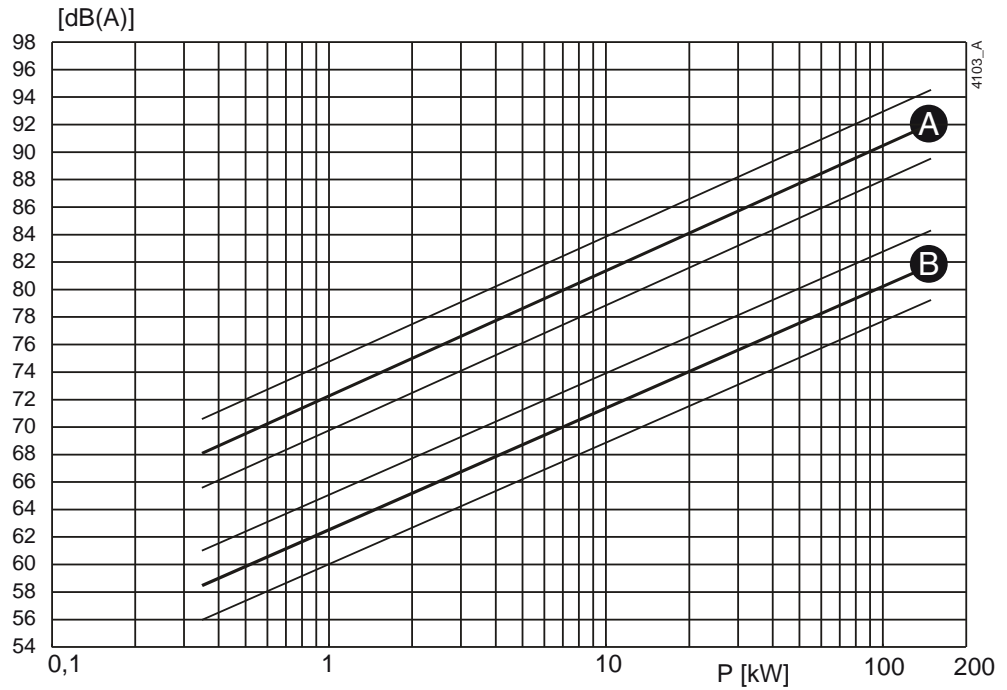
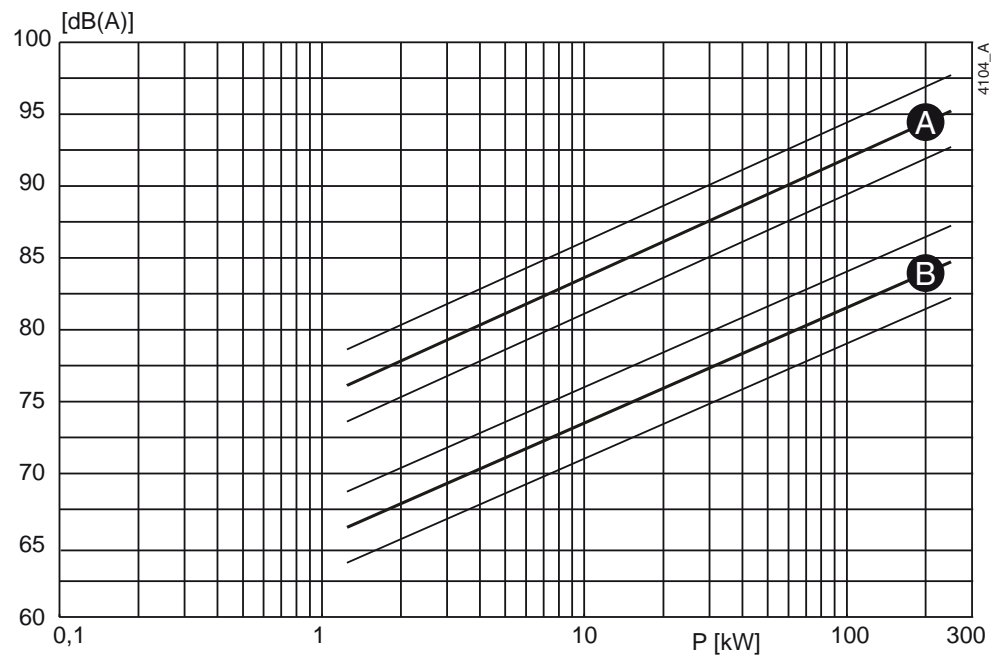

Figura 61: El ruido como función de la capacidad de la bomba [kW] a  $1450 \text{ min}^{-1}$
Figura 62: El ruido como función de la capacidad de la bomba [kW] a  $2900 \text{ min}^{-1}$
- 1 Para determinar el nivel de ruido (L1) de la bomba, consulte Figura 61 o Figura 62.